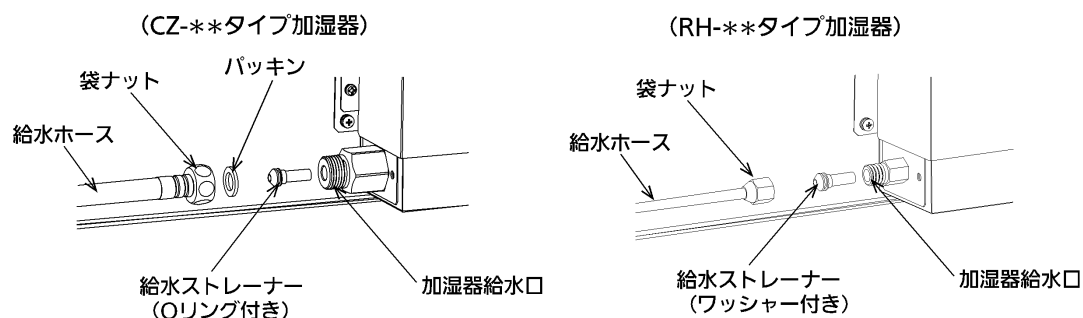

図1
- ①給水ホースを取りはずしてください。(図1)
※給水ストレーナーを紛失しないようご注意ください。(図1)
※給水ストレーナーに付いているOリング(もしくは、ワッシャー)をはずさないでください。(図1)
- ① 外気チャンパーに丸合フランジと外気チャンパー固定金具をはめ込み、付属の取付ネジ8本で固定します。〈図1〉